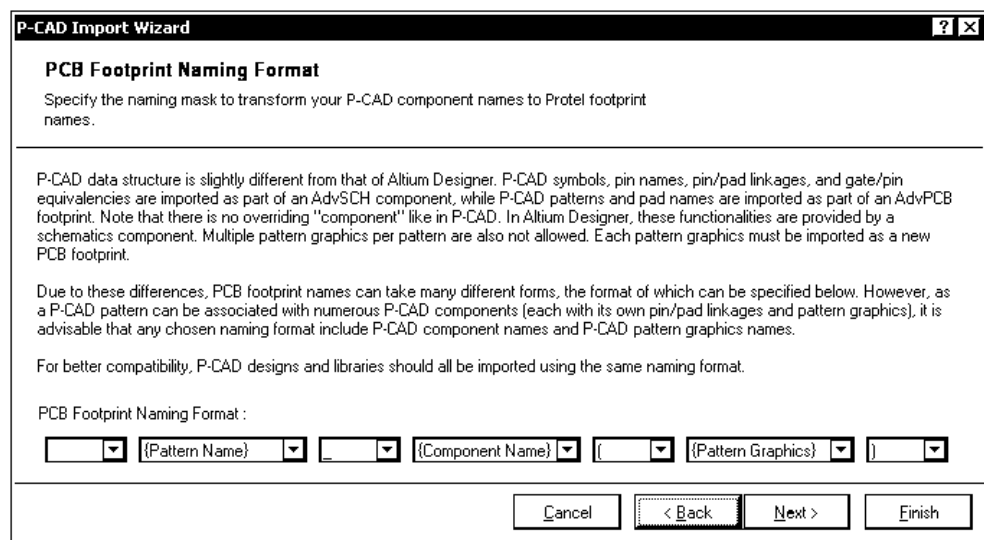

Рис. 2.21. Окно управления ТПМ при импорте библиотеки
- При выборе импорта библиотек открывается диалоговое окно с обширным предупреждением, сообщаящим о различии форматов библиотек P-CAD и Altium Designer и об особенностях преобразования (рис. 2.21).
Вследствие этих различий программа предлагает выбрать формат имени посадочного места. Имя может состоять из трех полей (рис. 2.21). Поля можно оставить пустыми либо внести в них имя компонента, имя посадочного места P-CAD и графики посадочного места (первичная и т. п.).